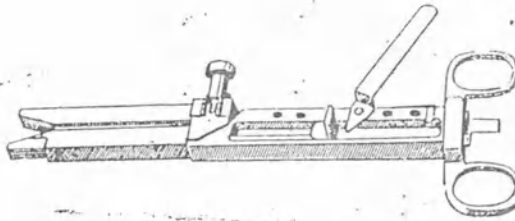

Рис. 1. Сшиватель-ушиватель органов СУО-70
1.1. Сшиватель-ушиватель органов СУО-70 (рис. 1) предназначен для наложения боковых желудочно-кишечных и межкишечных анастомозов, ушивания органов пищеварительного тракта, легкого и других органов 4-рядным швом с рассечением вдоль на два 2-рядных, обеспечивающих одновременное ушивание остающейся и удаляемой частей.